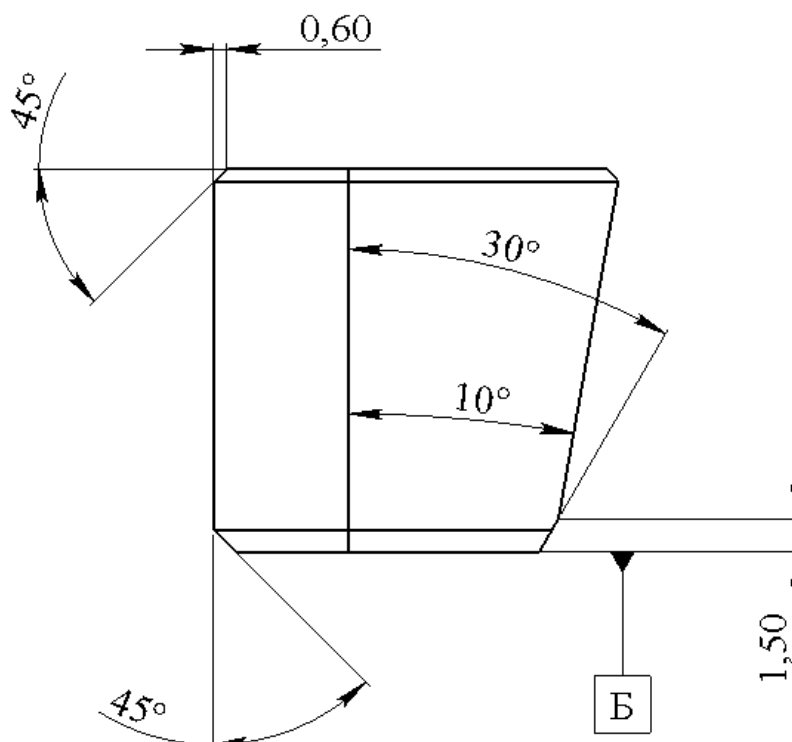

Рис. 19
3. Выберите нижнюю горизонтальную линию на **Чертёжном виде 2** - обозначение базовой поверхности привязывается к данной кромке, переместите курсор и нажмите в том месте графической области, где необходимо разместить обозначение (рис. 19). Линия продления (выноска) будет добавлена автоматически.